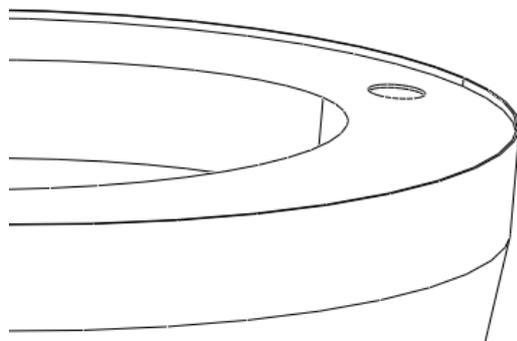

图 49-13
- (5) 单击  按钮，完成拉伸截面的绘制。调整特征生成方向，单击  按钮，完成特征建立，如图 49-13 所示。